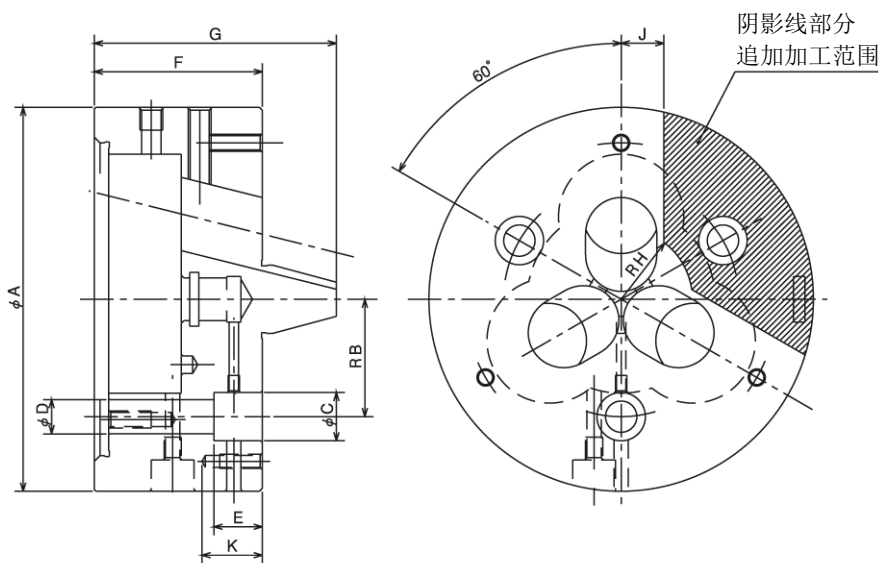

图 8
- 在卡盘体表面安装定位座或夹具时，请在图 8 所示的追加加工范围内进行攻丝或钻孔。